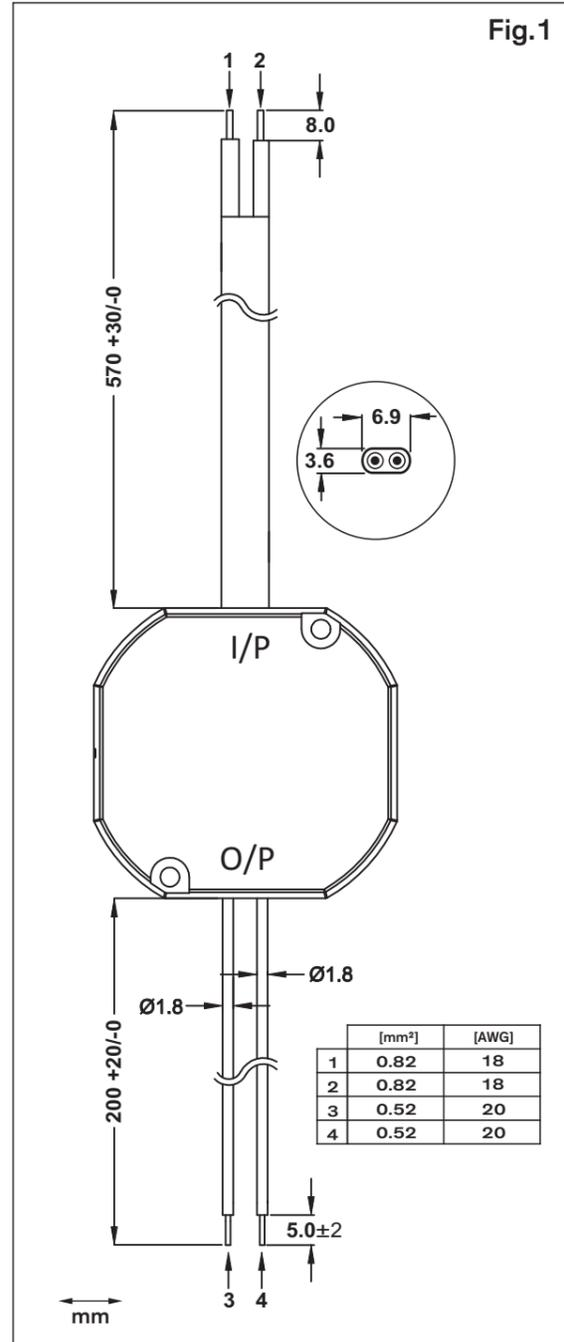

Fig.1
- Tous les fils d'entrée et de sortie doivent être correctement étalonnés pour le bloc d'alimentation et être branchés à la bonne polarité, Fig.1
Identification des caractéristiques Fig.1
- Todos los cables de entrada y salida deben tener valores nominales adecuados para la fuente de alimentación y deben conectarse con la polaridad correcta. Fig.1
- Identificación de características Fig.1**